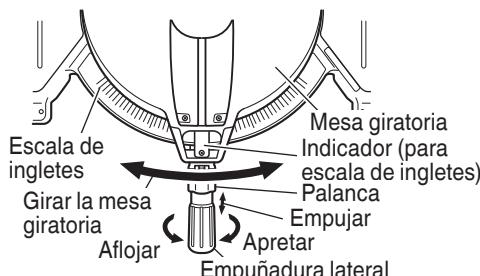

Fig. 23
- (1) Afloje la empuñadura lateral y empuje la palanca para los topes de ángulo. Luego, ajuste la mesa giratoria hasta que el indicador se alinee con el ajuste deseado de la escala de ángulos de inglete (Fig. 23).
- (2) Vuelva a apretar la empuñadura lateral para asegurar la mesa giratoria en la posición deseada.